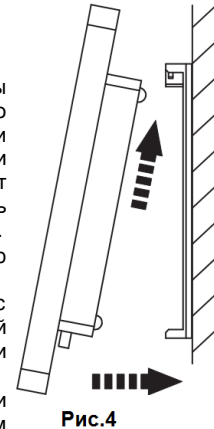

Рис.4
- Установите монитор на монтажную панель монитора, аккуратно убрав запас кабельных шлейфов в монтажную коробку. Монитор устанавливается на монтажную панель снизу вверх, см. рис. 4, прижимая монитор к стене до момента защелкивания фиксатора монитора на монтажной панели.